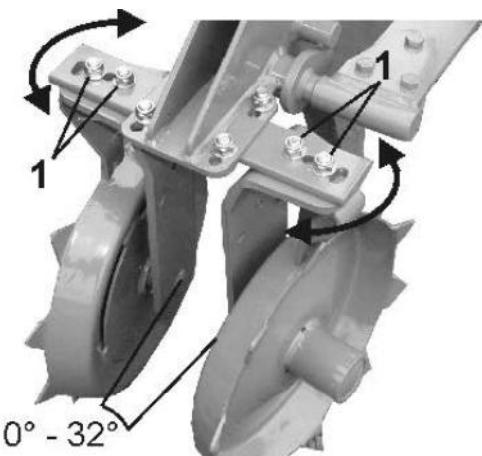

Рисунок 19 – Настройка сдвоенных дисков
Установка глубины заделки семян. Глубина заделки имеет центральную регулировку каждой группы сошников при помощи рукоятки 1 (рисунок 19). Шкала настройки 2 позволяет выполнять равномерную регулировку всех групп сошников. Стрелка 3 указывает на грань с делениями. Можно устанавливать значения от 0 до 5.
Настройка сдвоенных дисков. Сдвоенные диски, благодаря регулировке угла атаки между 0° и 32° , могут устанавливаться в оптимальное положение в соответствии с характером почвы (рисунок 19).
1. Ослабьте оба резьбовых соединения 1 (рисунок 19) одного диска.